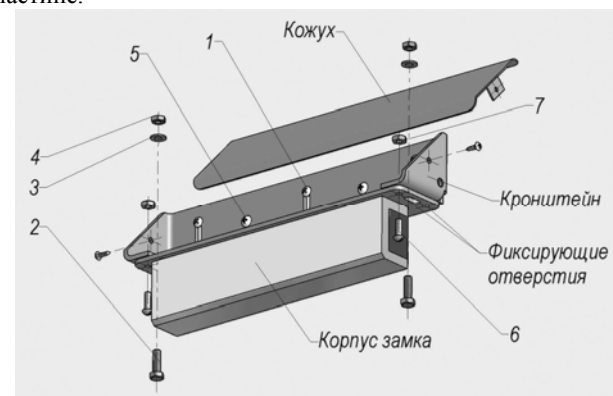

Рис.8 Установка корпуса замка с комплектом МК AL-350FB
- монтажный комплект для крепления корпуса замка **МК AL-350FB** (рис.8): кронштейн -1 шт., кожух -1 шт. и комплект крепежа;
Предварительное крепление кронштейна к дверной коробке выполняется через регулировочные пазы с помощью саморезов (поз 1. рис. 8). Корпусная часть с помощью крепежа (2, 3, 4) устанавливается на кронштейн. Регулировкой положения корпуса относительно якоря в двух плоскостях необходимо добиться при закрытой двери полного совмещения рабочих поверхностей якоря и корпуса, после чего кронштейн закрепляется с помощью саморезов (5) на дверной коробке. Корпус фиксируется на кронштейне винтами и гайками (6 и 7), для чего в кронштейне сверлятся отверстия диаметром 4 мм по месту фиксирующих отверстий на пластине.